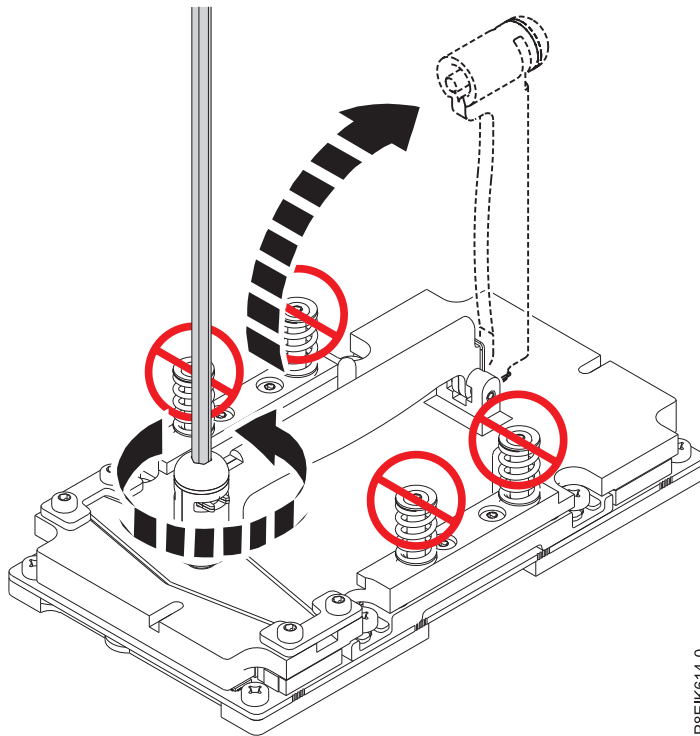

Figura 78. Apertura del retén de la placa refrigeradora
- b. Afloje el tornillo de fijación de la placa refrigeradora y abra el retén como se muestra en la Figura 78 en la página 66.